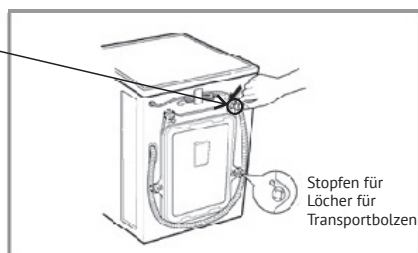

Abb. 4
4. Verschließen Sie die Löcher für die Transportsicherungen mit Stopfen (Abb. 4).